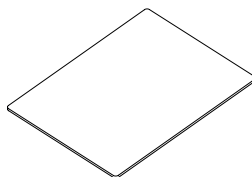

Figura 26
- El usuario no debe manipular el cristal protector del filamento. Esta pieza es fundamental para el funcionamiento seguro del producto, y cualquier trabajo necesario solo debe ser realizado por un servicio técnico autorizado. (Figura 26).